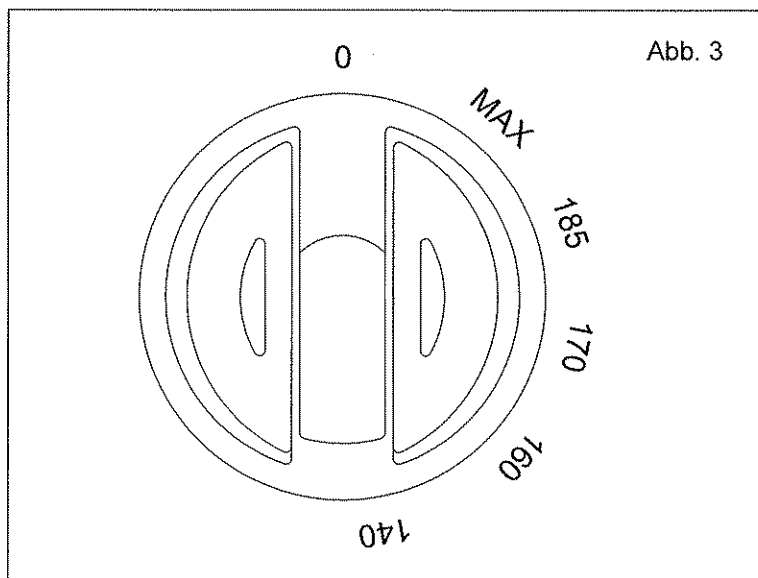

Abb. 3
- Den Drehknopf (Abb. 3) auf die gewünschte Temperatur stellen.
- Den Drehknopf (Abb. 3) auf Position "0" stellen.